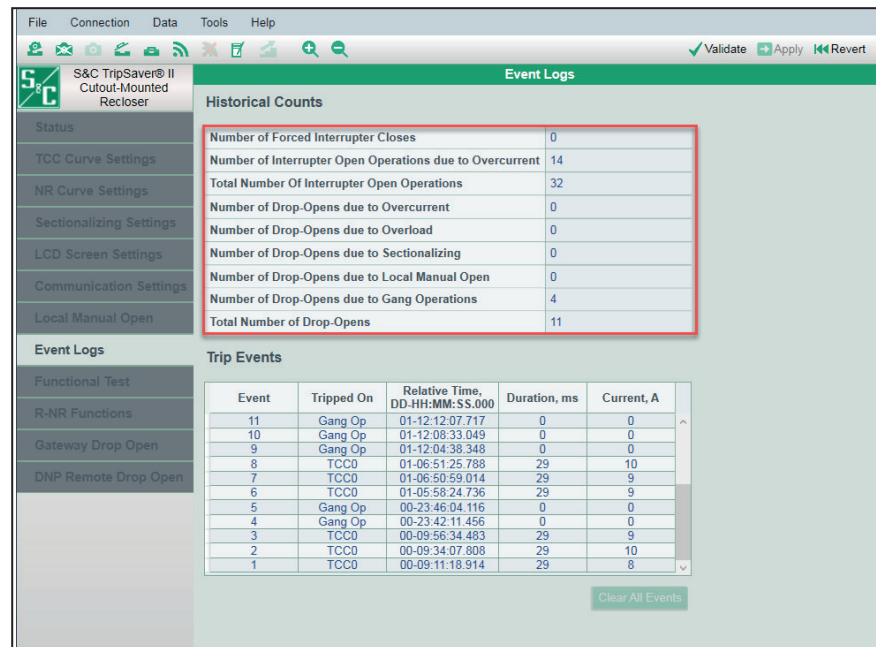

Figura 123. Pantalla de Event Logs.
La pantalla de *Event Logs (Registro de Evento)* proporciona ocho diferentes conteos históricos, incluyendo el número de operaciones del interruptor y las caídas y aperturas del dispositivo del TripSaver II conectado, y la duración y el nivel de corriente de los últimos 25 eventos de disparo. Ver la Figura 123.
**Number of Drop-Opens due to Overcurrent (Número de Caídas y Aperturas debido a Sobrecorriente).** Este es el número de veces que el reconectador TripSaver II se cayó y abrió debido a una condición de sobrecorriente. Ver la Figura 123 en la página 88.